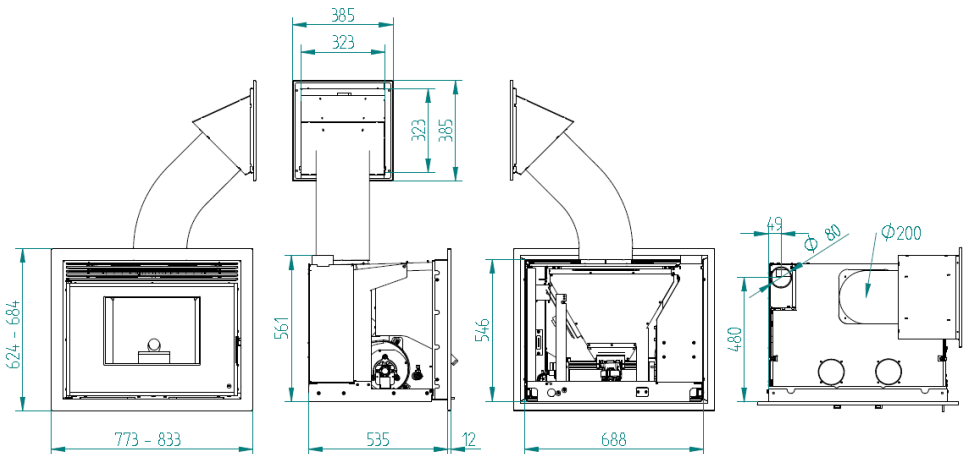

Figura 4 – Dimensões inseríveis a pellets
- Como pode observar-se na Figura 4 os inseríveis têm aros de acabamento para tapar furos maiores, conferindo maior versatilidade ao inserível. Existem duas larguras diferentes, um de 44 mm e outro de 74 mm fazer o remate do equipamento na instalação (ver ponto 16).